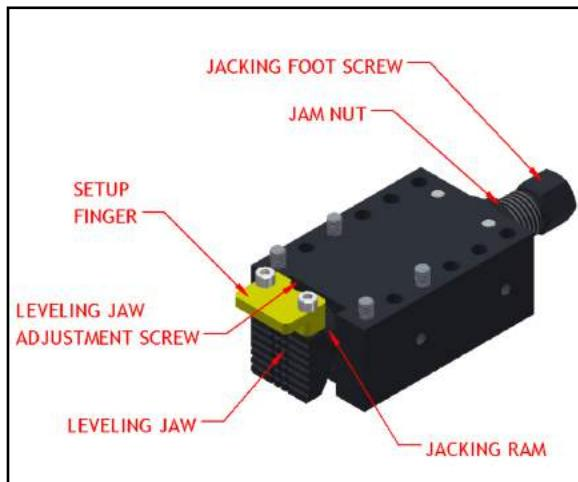

FIGURE 3-6. COMPOSANTS DU PIED DE NIVELLEMENT
5. Réglez grossièrement les pieds de nivellation (un pied est montré sur la Figure 3-6) en tournant la vis de poussée du pied jusqu'à ce qu'ils soient à peu près plus larges de $1/8"$ (3 mm) que le DE de la bride.